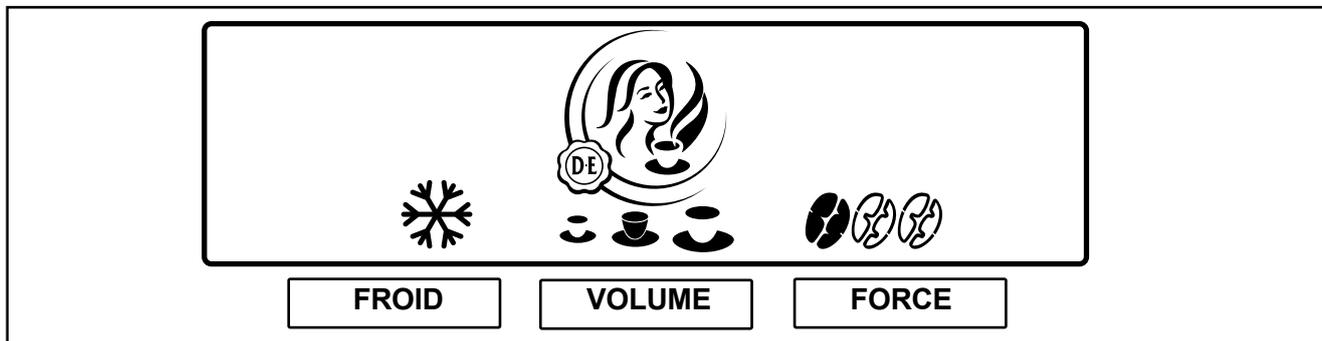

Fig. 16
2. Appuyez sur la touche de présélection « FORCE » pour activer ce choix. L'affichage affiche trois grains de café (fig. 16).